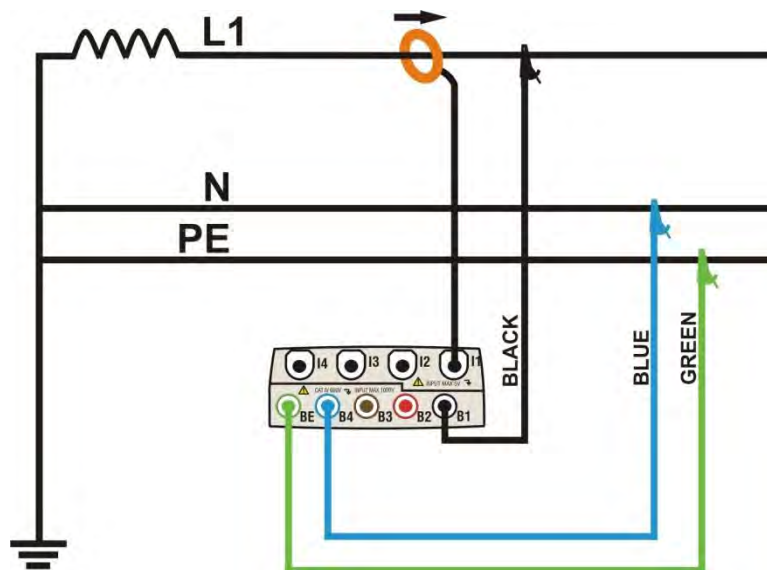

Abb. 125: Anschluss des Messgerätes an ein einphasiges Netz [grün-gelb!]
- Schließen Sie die Spannungsprüfleitungen an die Außenleiter, Neutraleiter und Erdleiter an und achten Sie dabei auf die Farben, wie in **Abb. 125** dargestellt.
- Schließen Sie den Strom-Zangenmesswandler an den Außenleiter L1 an, wie in **Abb. 125** dargestellt, und berücksichtigen Sie dabei die Pfeilrichtung des Messwandlers, die die Energierichtung von der Quelle zur Last anzeigt. Bevor Sie mit einer Messung beginnen, **vergewissern Sie sich immer im Untermenü „Real Time Values“, dass die Werte für Wirkleistung und Leistungsfaktor relativ zur Last, die normalerweise induktiv sein sollte, positiv angezeigt werden.** Im Falle von negativen Werten drehen Sie den Messwandler an den Leitungen um 180°.